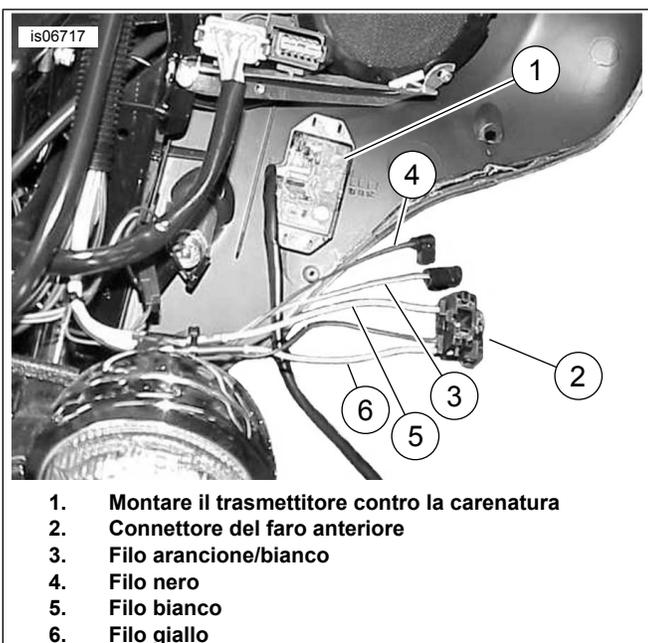
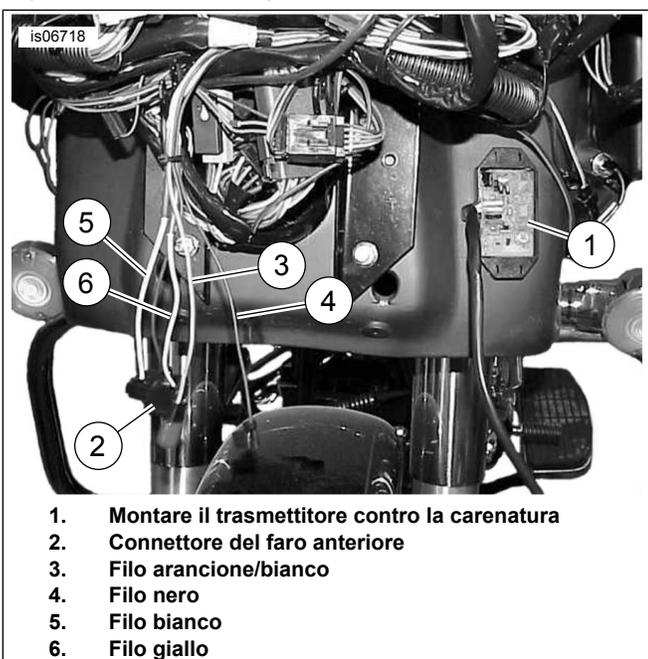
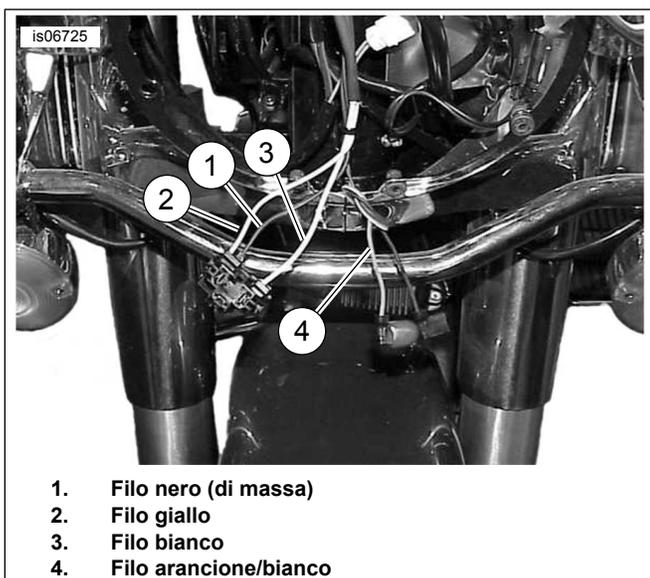

Figura 9. Fili per i collegamenti del trasmettitore (FLHT/X)
Figura 10. Fili per i collegamenti del trasmettitore (FLTR)
Figura 14. Fili per i collegamenti del trasmettitore (FLHR)
3. Vedere Figura 9 (modelli FLHT, FLHX) o Figura 10 (modelli FLTR). Montare il trasmettitore contro il lato superiore interno della carenatura. Andare alla sezione **Collegamento del cablaggio**.
2. **Modelli Touring FLHR:** Vedere Figura 14. Tagliare i fili giallo (2), nero (1) e bianco (3) del faro anteriore **all'interno della gondola**, sfalsando leggermente le lunghezze per evitare che tutti e tre i giunti siano assieme. **Modelli Touring FLHT e FLHX e Trike:** Vedere Figura 9. Tagliare i fili giallo (6), nero (4) e bianco (5) del faro anteriore **all'interno della carenatura**, sfalsando leggermente le lunghezze per evitare di ottenere tutti e tre i giunti assieme. **Modelli Touring FLTR:** Vedere Figura 10. Tagliare i fili giallo (6), nero (4) e bianco (5) del faro anteriore **all'interno della carenatura**, sfalsando leggermente le lunghezze per evitare di ottenere tutti e tre i giunti assieme. **TUTTI i modelli Touring/Trike:** Fare scorrere il tubo di protezione in maglia metallica preso dal kit (vedere Figura 27, elemento 9) su tutti e tre i fili del faro anteriore.